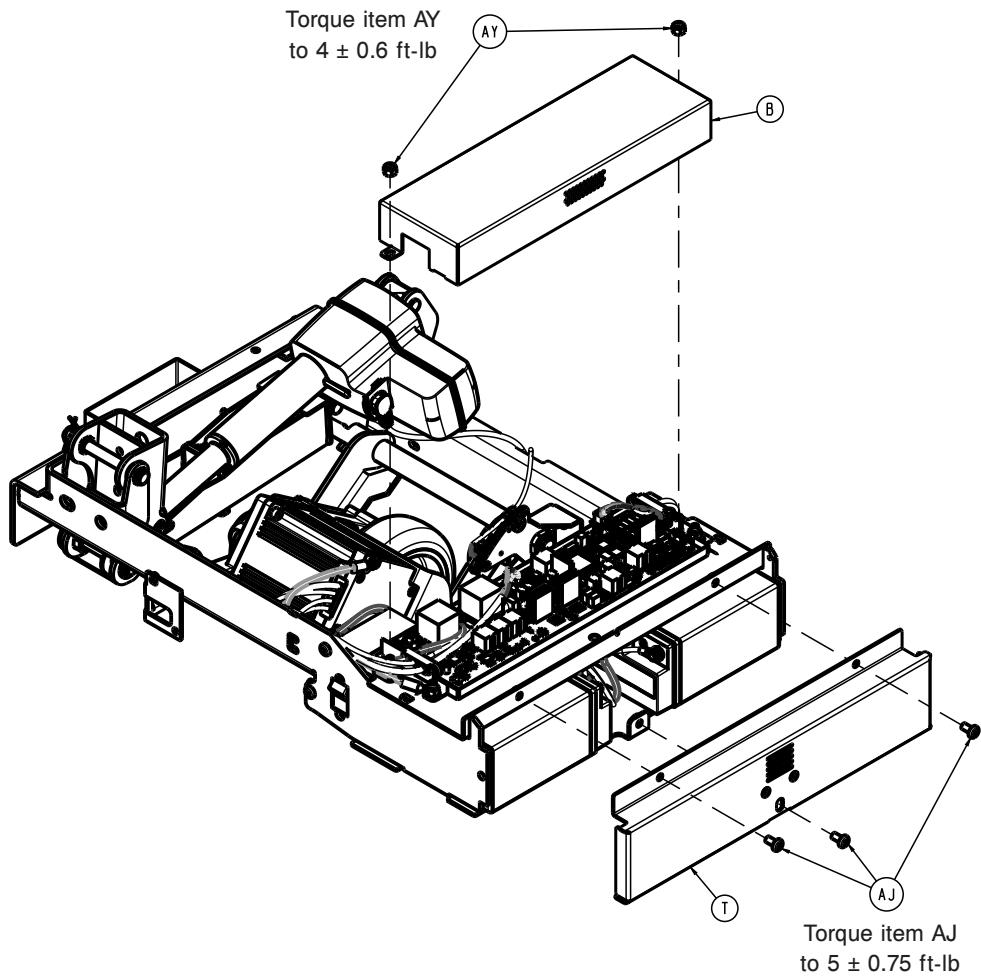

Figure 66 – Retrait du couvercle de batterie
9. À l'aide d'une clé Torx T27, retirer les trois vis (AJ) qui fixent le couvercle du boîtier de batterie (T) à l'ensemble soudé de la base (Figure 66). Conserver les vis et le couvercle du boîtier de batterie.
15. À l'aide d'une clé à cliquet et d'une douille de 7/16 po, retirer les deux boulons (AY) qui fixent le couvercle de la carte (B) à l'ensemble soudé du châssis (Figure 66). Conserver les écrous et le couvercle de la carte.
9. À l'aide d'une clé à cliquet et d'une douille de 7/16 po, retirer les deux boulons (AY) qui fixent le couvercle de la carte (B) à l'ensemble soudé du châssis (Figure 66). Conserver les écrous et le couvercle de la carte.